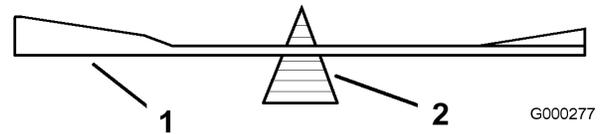
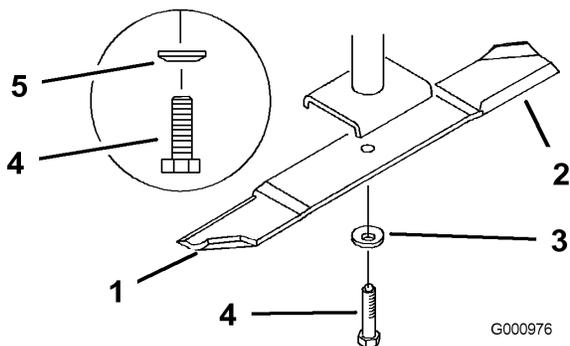

Figura 79
Figura 80
2. Retire del eje el perno de la cuchilla, la arandela de muelle y la cuchilla (Figura 80).
2. Verifique el equilibrio de la cuchilla colocándola sobre un equilibrador de cuchillas (Figura 79). Si la cuchilla se mantiene horizontal, está equilibrada y puede utilizarse. Si la cuchilla no está equilibrada, rebaje algo el metal en la parte de la vela solamente (Figura 80). Repita este procedimiento hasta que la cuchilla esté equilibrada.
1. Instale la cuchilla en el eje (Figura 80).
2. Instale la arandela de muelle y el perno de la cuchilla. El cono de la arandela de muelle debe estar orientado hacia la cabeza del perno (Figura 80). Apriete el perno de la cuchilla a 115–150 Nm (85–110 pies-libra).